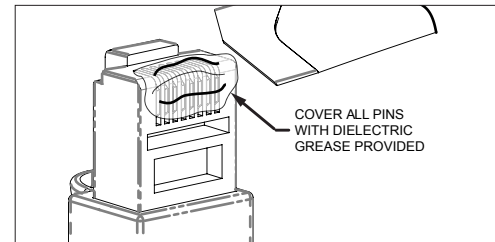

Figura 8 - Aplicación de grasa
2. Asegúrese de cubrir todas las áreas de contacto de las clavijas en ambos enchufes RJ45 antes de insertarlos para su instalación final (véase la Figura 8).